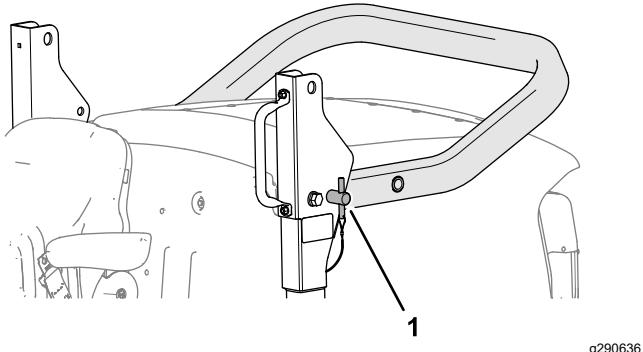

Bild 22
2. Entfernen Sie die Überrollbügelstifte aus den Schwenkhalterungen (Bild 22).